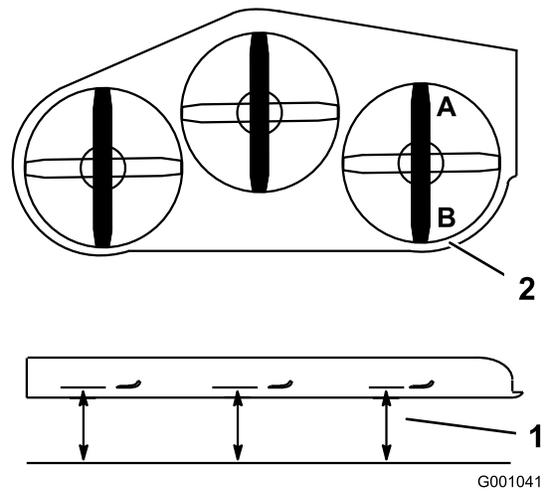

Figura 75
- Posicione uma lâmina da parte dianteira para a traseira. Meça nos locais **A** e **B** numa superfície nivelada à extremidade de corte das pontas das lâminas (Figura 75).